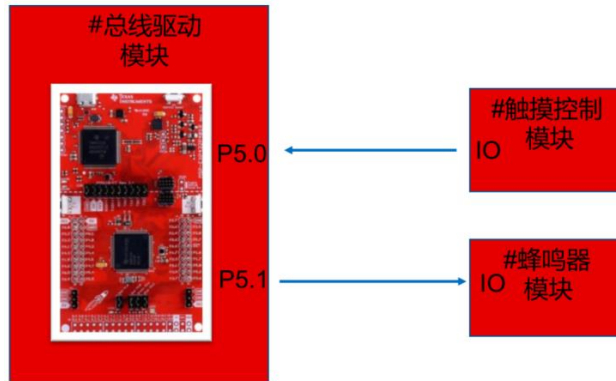

图 2.5 触摸控制模块和蜂鸣器模块使用引脚
我们通过检测触摸控制模块被按下，来控制蜂鸣器发出声响。将 V1.1 转接板安装到 MSP432 Launchpad 上，然后分别将触摸控制模块和蜂鸣器模块安装到 V1.1 转接板的③号位置和④号位置，连接引脚如图 2.5 所示：